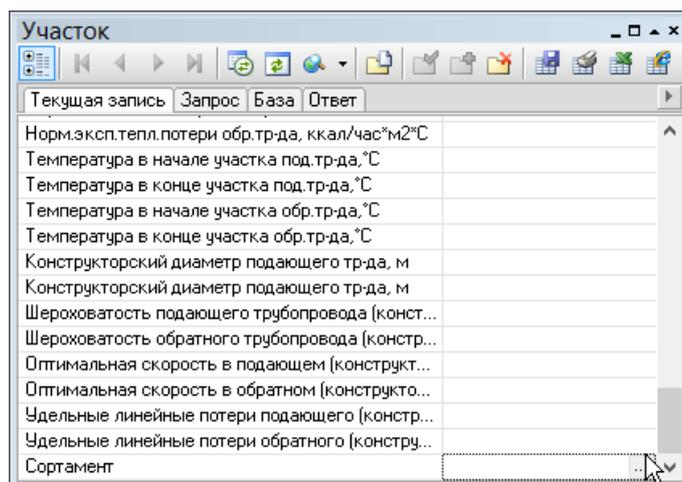

Рисунок 20.4. Открытие справочника по трубам
2. Установить курсор с правой стороны от строки Сортамент (см. Рисунок 20.4, «Открытие справочника по трубам»).